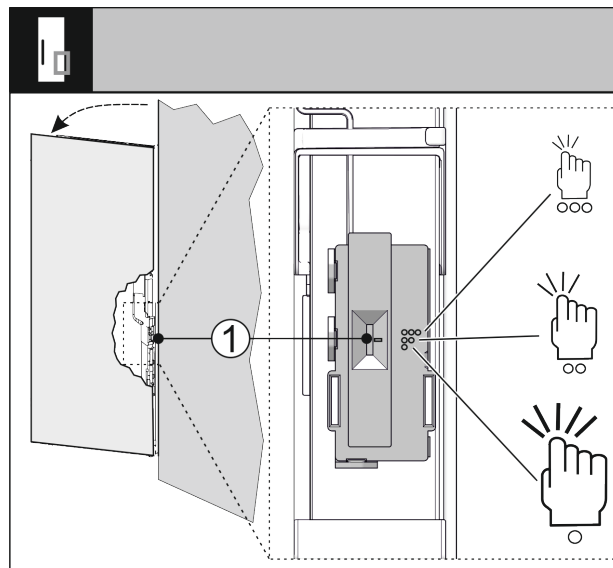

Fig. 70
Ju mund ta rregulloni në çdo kohë ndjeshmërinë e sinjalit të trokitjes nëpërmjet çelësit Fig. 70 (1). Çelësi ndodhet në anën e menteshës në një të tretën e poshtme të derës.
► Vendosni çelësin Fig. 70 (1) në pozicionin e çelësit që dëshironi.